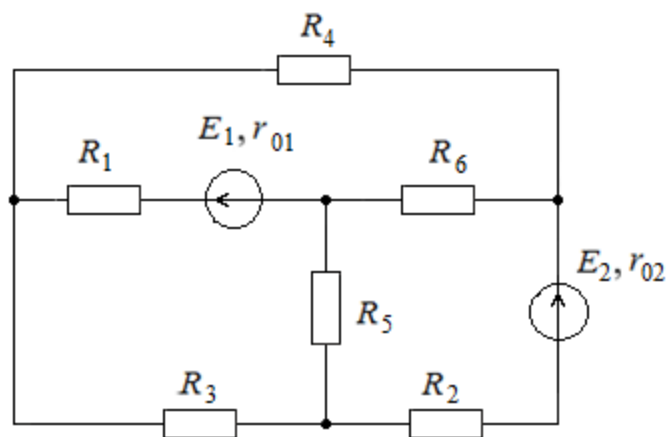

Рис. 101
34. Определить все токи методом контурных токов в электрической цепи (рис. 101), если $E_1 = 40$ В; $E_2 = 30$ В; $R_1 = 49$ Ом; $R_2 = 23$ Ом; $R_3 = 40$ Ом; $R_4 = 35$ Ом; $R_5 = 60$ Ом; $R_6 = 15$ Ом; $r_{01} = 1$ Ом; $r_{02} = 2$ Ом.